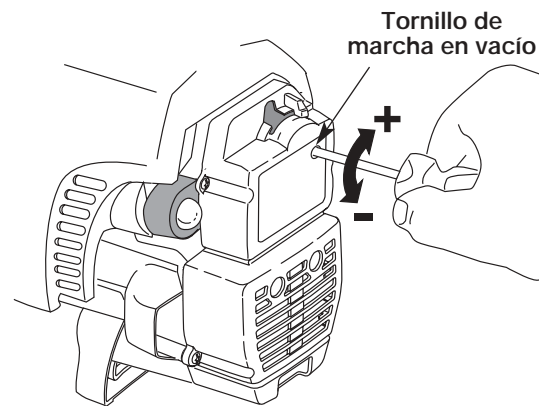

Fig. 24
La velocidad lenta del motor puede ser ajustada por la cubierta del silenciador / filtro de aire (Fig. 24).
2. Mueva el control del regulador y deje que el motor funcione en mínima. Si el motor se para, inserte un destornillador pequeño Phillips o de vástago plano en el orificio de la cubierta del filtro de aire / silenciador (Fig. 24). Gire el regulador de velocidad mínima hacia dentro en sentido horario 1/8 de vuelta por vez (según sea necesario) hasta que el motor funcione en velocidad mínima en forma continua.